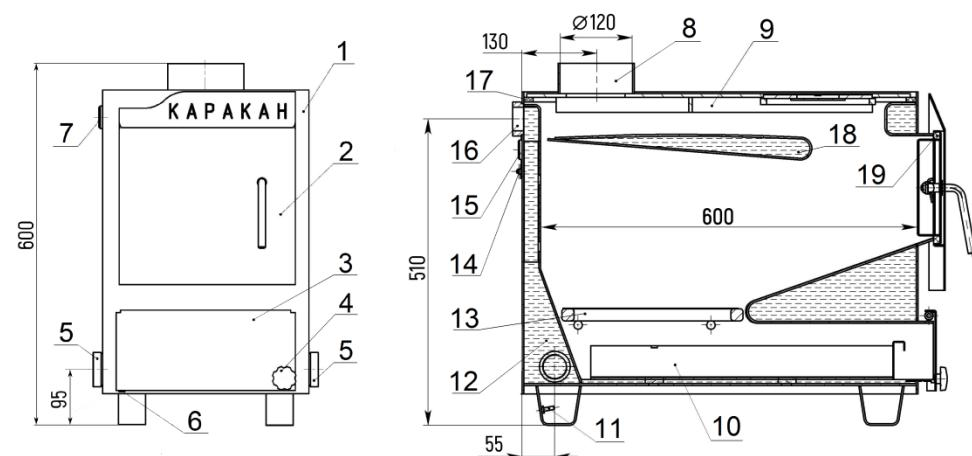

Рисунок 1. Схема котла. Базовая комплектация
- 5.7.** По желанию потребителя на котел можно установить автоматический регулятор тяги (через фланец 7, *рис.1*). Крепление для цепи автоматического регулятора тяги находится на дверце зольника. В отсутствие регулятора фланец герметизируется заглушкой G 3/4" – см. базовую комплектацию.
6.3. Система отопления должна быть оборудована предохранительным клапаном с порогом срабатывания согласно п. 5.9 настоящего паспорта. Клапан устанавливается на корпусе котла (поз. 15 на рис. 1).